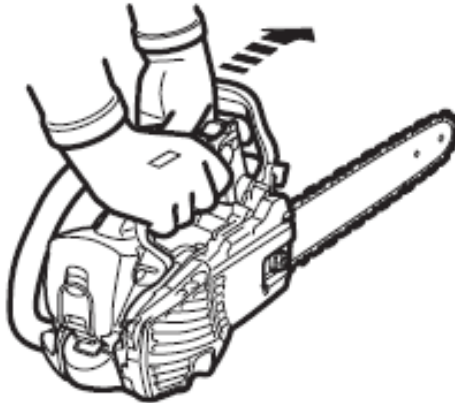

Рисунок 8. Схема роботи гальма ланцюга.
3. Якщо гальмо ланцюга увімкнене, двигун працює, але рух ланцюга зупинено, важіль (1, рис. 1) перебуває в положенні як на рис. 8.